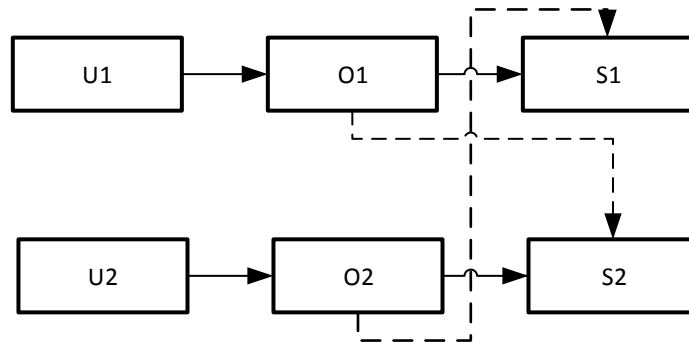

Рис. 5. Вариант 5 (Функциональная схема СМО)
5. СМО состоит из двух источников заявок $U1$ и $U2$, двух очередей конечной длины $O1$ и $O2$, и двух серверов обслуживания $S1$ и $S2$ (рис. 5). Исследуйте характеристики СМО при обслуживании серверов только соответствующей очередью (отсутствуют пунктирные линии).